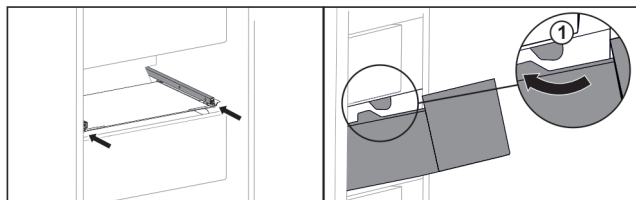

Fig. 136
- ▶ Ghidați sertarul în jurul opritorului Fig. 136 (1).